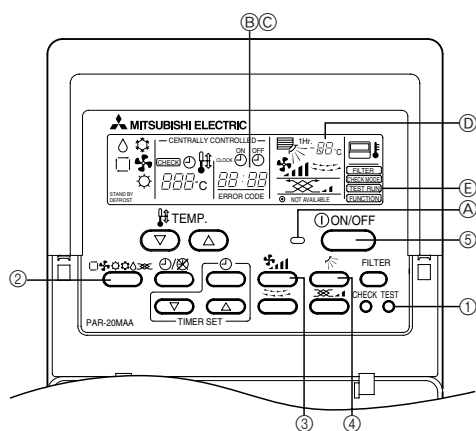

Fig. 6-1
6. Ensaio (Fig. 6-1)
| 3. 制冷剂管和排水管 | 28 | 6. 运行测试 (Fig. 6-1) | 33 |